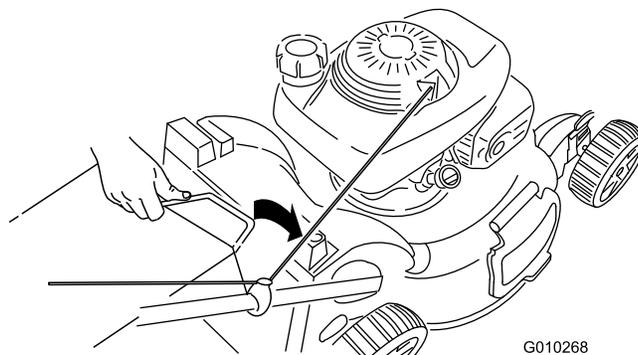

Figura 26
3. Inserite la maniglia del cesto di raccolta nelle scanalature presenti sulla parte superiore del tosaerba (Figura 26).